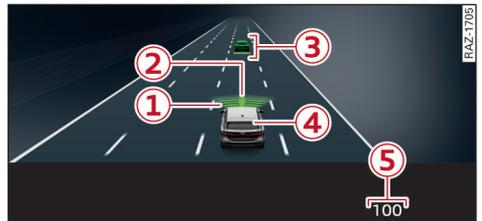

图 89 组合仪表：车周环境显示内的显示概览
- ▶ 按按钮 ②。系统显示设定的车速 ⑤ ⇨ 119 页，图 89。
指示灯 和车前的显示 ① 熄灭 ⇨ 119 页，图 89。